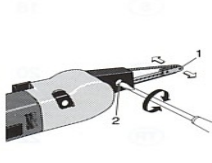

Fig. 5
3. Rotiți șurubul de ajustare 2 (Fig. 5) la stânga, respectiv la dreapta, până banda este în centrul curelei de transmisie (1).